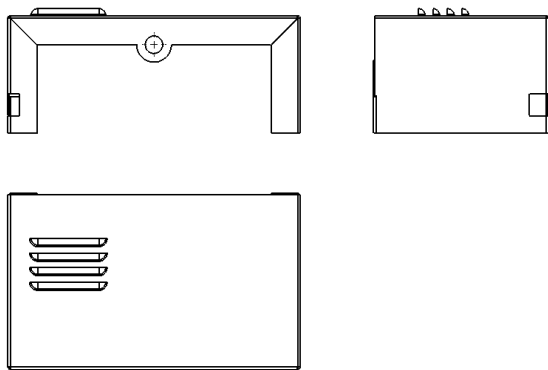

图 12-6 对齐视图对象
(3) 在绘图区中的左上方视图上，单击鼠标左键，即可对齐视图对象，效果如图 12-6 所示。